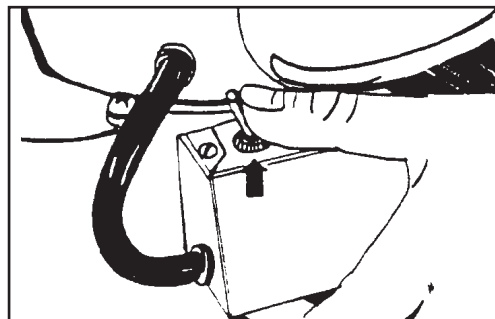

Figure 6
4. Réglez le commutateur de vitesse variable en position "HI" (1). Voir Figure 6. Dès que la machine a atteint un plein régime, réglez le commutateur sur la position "LO", si une vitesse réduite est nécessaire.